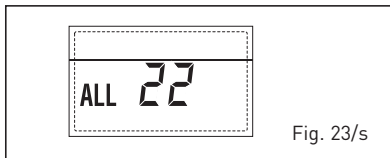

Fig. 23/s
**- DELIVERY PROBE BREAKDOWN ERROR SECOND MIXED ZONE "ALL 23" (fig. 23/t)**